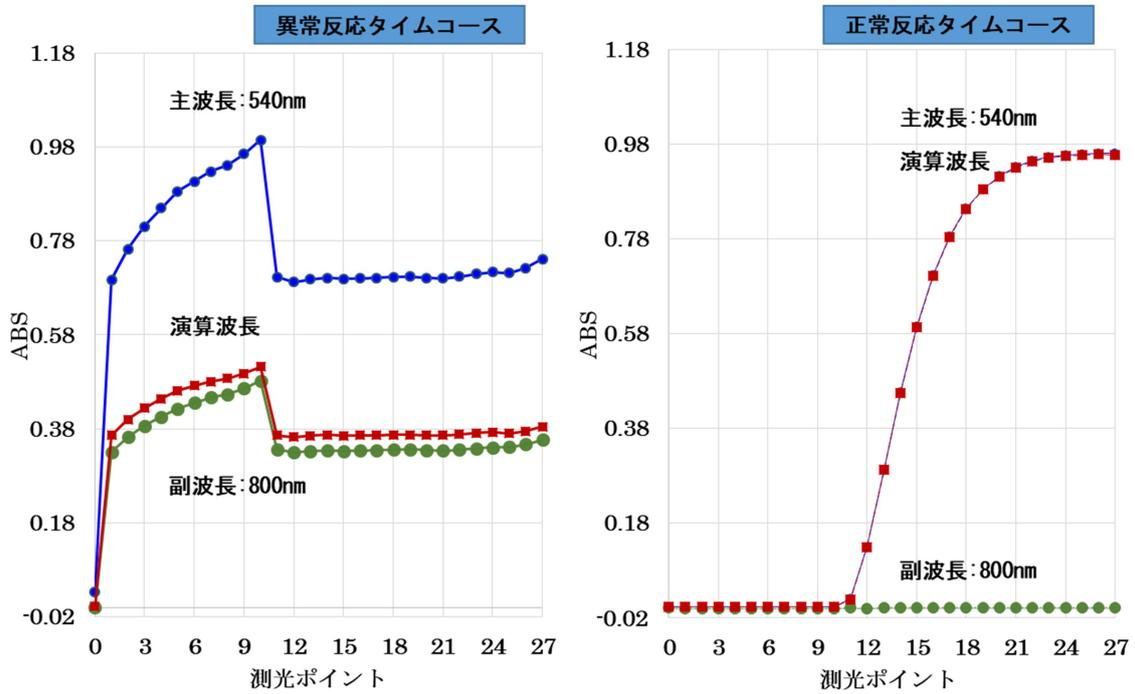
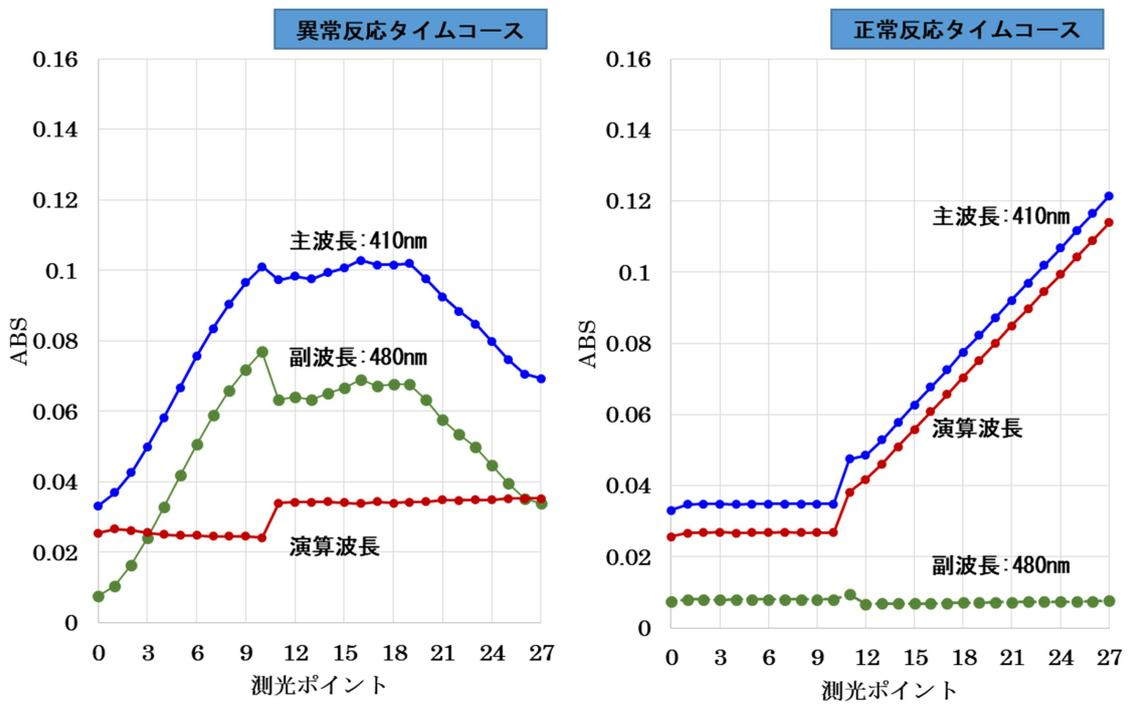

図3 尿クレアチニンの反応タイムコース
図4 尿アミラーゼの反応タイムコース
AU680 の洗浄メンテナンス後、尿クレアチニン (尿 CRE) が -0.9mg/dL 、尿アミラーゼ (尿 AMY) が 15U/L と異常低値を示し、装置から「測定ダイナミックレンジ下限値以下」のエラーが出た。両項目のタイムコースを確認したところ明らかに異常反応が見られた (図 3、図 4)。別装置で再検査を実施したところ、尿 CRE が 235mg/dL 、尿 AMY が 639U/L となりタイムコースは正常反応であった。
-0.9mg/dL を示した尿 CRE タイムコース (図 3、左) から、第 1 反応で何らかの原因で濁りを生じて吸光度が上昇し、第 2 反応で第 2 試薬分注によって濁りが希釈され吸光度が低下したと考えた。
15U/L を示した尿 AMY タイムコース (図 4、左) から、尿 CRE 同様に第 1 反応で何らかの原因で濁りを生じて吸光度が上昇し、第 2 反応で第 2 試薬分注によって濁りが希釈された事に加え、反応阻害によって吸光度が低下したと考えた。